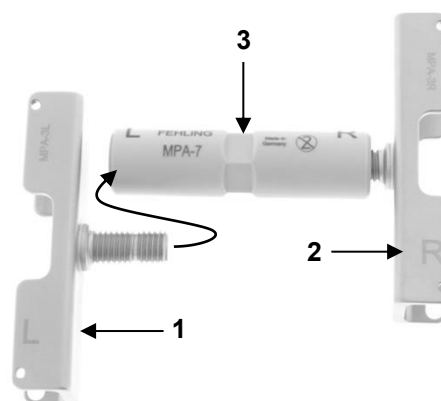

Fig. 13: CALAFIORE-bröstbenshållaren med bröstbensblad monterat på ena sidan
Skruva in ett lämpligt bröstbensblad med vänstergänga (1) och ett med högergänga (2) i PEEK-muttern (3) till anslaget (fig. 13, böjd pil). Justera systemet så att en symmetrisk placering uppnås.